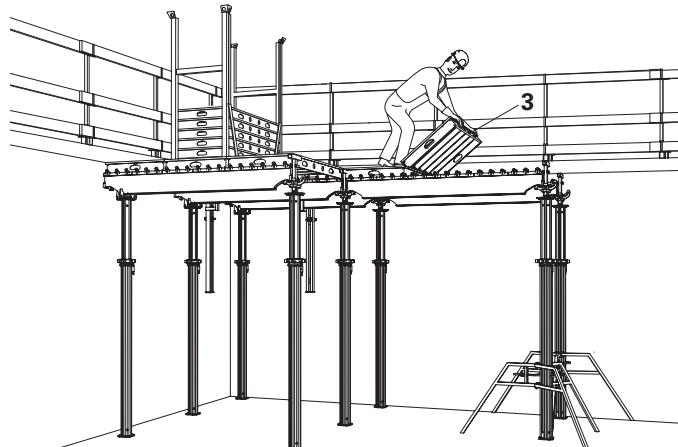

Fig. 19
6. Install panel (3).
- (Fig. 19)